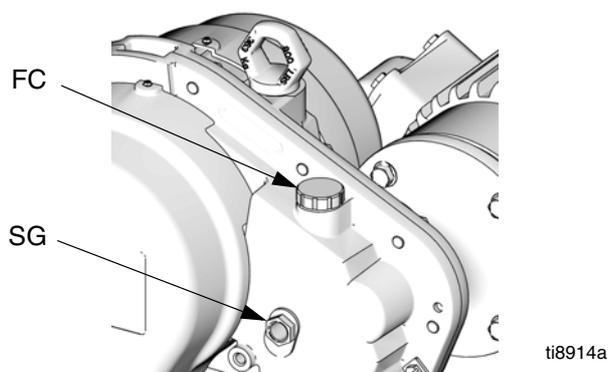

FIG. 6 Enchimento de óleo
Abra a tampa de enchimento (FC) e encha com reservatório de óleo da caixa de redução com 2 quarts (1,9 L) de óleo Graco 288414 (doze embalagens de 1 quart (0,95 L)). Verifique o nível de óleo na janela de inspeção (SG) na carcaça da caixa de redução. Não encha demasiado. Consulte a FIG. 6.
**OBSERVAÇÃO:** 2 quarts (1,9 L) deixa o nível de óleo acima da janela (SG) quando desligado, mas o nível cai quando em operação.